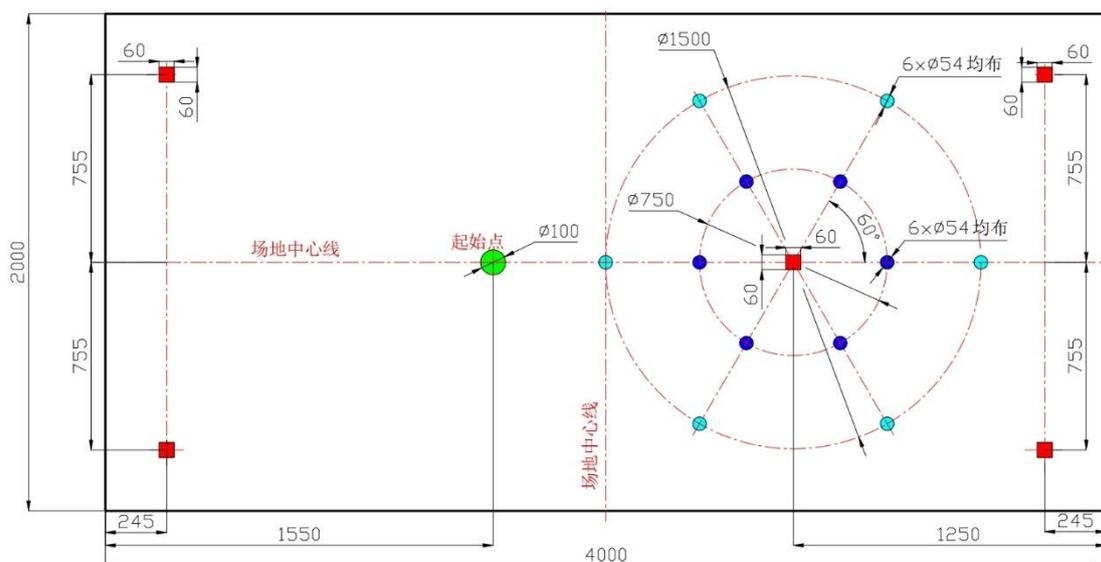

图 2 比赛场地平面图
比赛整体场地布置如图 2 所示的矩形区域，整体尺寸 2000mm $\times$ 4000mm，其中：红色方形代表置物平台外框，青色和蓝色圆形代表取物点，绿色圆形代表竞赛作品取物装置的初始位置。图中颜色和虚线仅供说明使用，实际比赛场地中并不存在，所有标志位置颜色均为白色，实际比赛场地如图 5 所示。
场地标识：包括取物区中心线、起始点、取物区、置物平台，采用白色车贴纸（可打印制作）或采用喷绘制作，均需要保证取物区、置物平台外框的尺寸与图 2 绝对一致。
置物平台：共设置五个置物平台固定位，且这 5 个固定位上有  $60\text{mm}\times 60\text{mm}$  的辅助线分别如图 2 中红色方形所示，正式比赛时每个置物平台采用长、宽均为  $60\text{mm}$  木制方柱，其中位于场地四个角的方柱高  $200\text{mm}$ ，取物区中心的方柱高  $100\text{mm}$ 。木制方柱如图 4 所示。（链接：[https://item.taobao.com/item.htm?spm=a1z0k.7628869.0.0.305037deSRLSuJ&id=730772059407&\\_u=t2dmg8j26111](https://item.taobao.com/item.htm?spm=a1z0k.7628869.0.0.305037deSRLSuJ&id=730772059407&_u=t2dmg8j26111)）
e.出发起始点：出发起始点如图 2 所示的场地的绿色圆形的中心位置，为取物装置的初始位置，取物装置在比赛开始时必须接触地面。